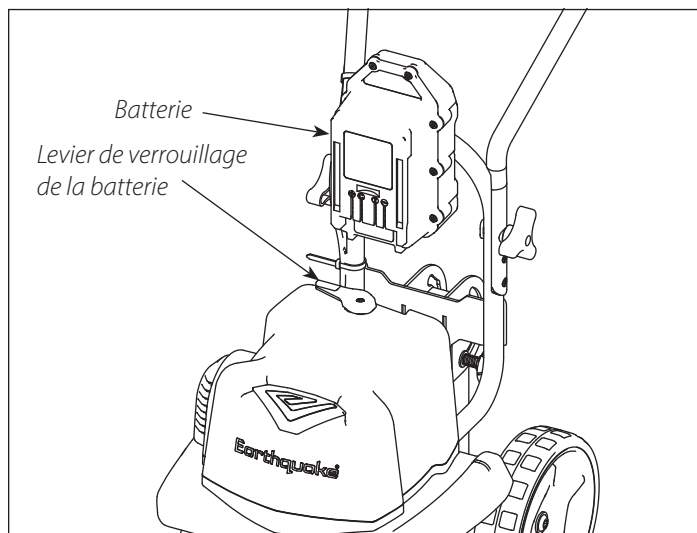

Figure 1
**REMARQUE :** *Le levier de verrouillage de la batterie doit être en position déverrouillée pour pouvoir enfiler la batterie sur le bloc moteur. VOIR FIGURE 1*